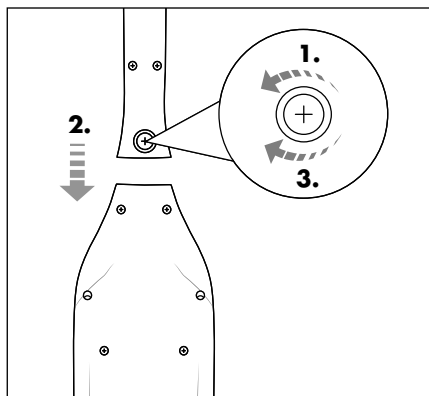

Fig. 2
- 1) Desfaceți șurubul 18 din spatele mânerului 12 cu o șurubelniță în cruce în sens antiorar. Strângeți șurubul 13 din locul situat pe mâner 12 (fig. 2).
- 2) Introduceți mânerul **12** în suportul mânerului de pe aparat. Împingeți mânerul **12** complet în suport, până ce se fixează pe aparat. (fig. 2).
- 3) Introduceți șurubul **13** din nou în locașul situat pe spatele mânerului **12**. Strângeți șurubul **13** cu o șurubelniță în cruce sens orar (fig. 2).